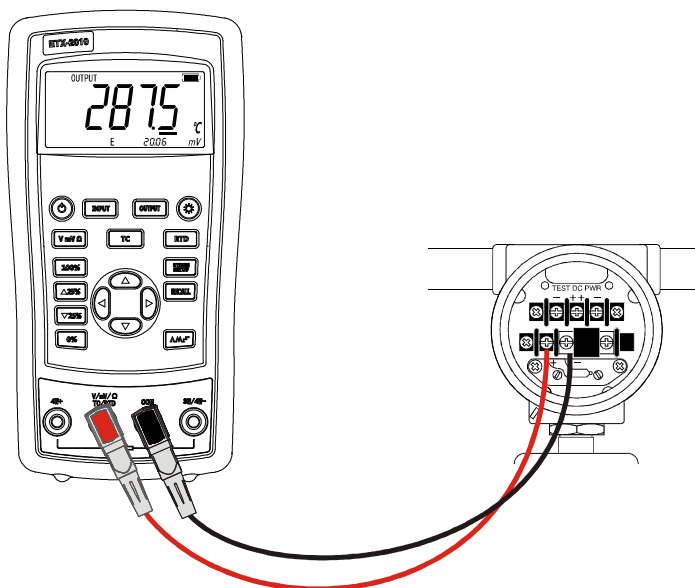

图 5.1-1
1. 如图 5.1-1 所示，把热电偶线接到校验仪的 TC 输入/输出插孔上。